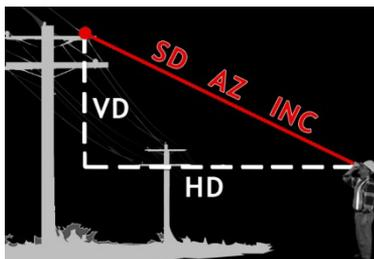

Abbildung 22
1. Drücken Sie kurz , bis die Option Firmwarerevision angezeigt wird. In Abbildung 22 ist die Firmwarerevisionsnummer 1459.